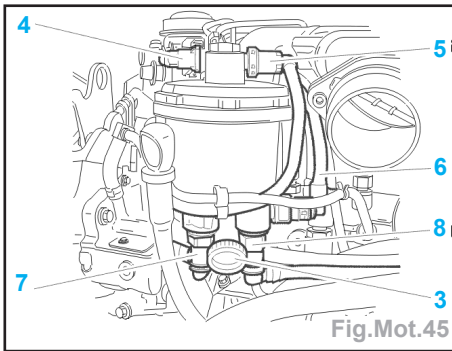

Fig.Mot.45
- Ouvrir la vis de purge (3) (Fig.Mot.45).